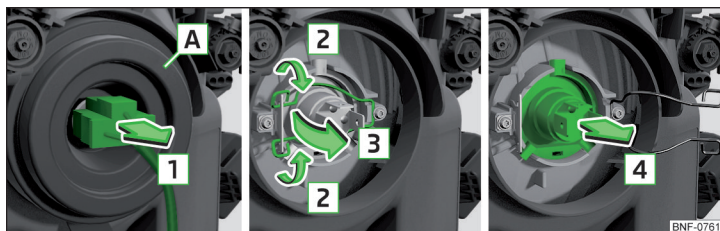

Fig. 142 Udskiftning af pære til nær- og fjernlys
- Træk stikket af pæren i pilens retning **1** » Fig. 142.
- Tryk låsebøjlen i retning mod forlygten, og hægt den derefter af i pilenes retning **2** » Fig. 142.